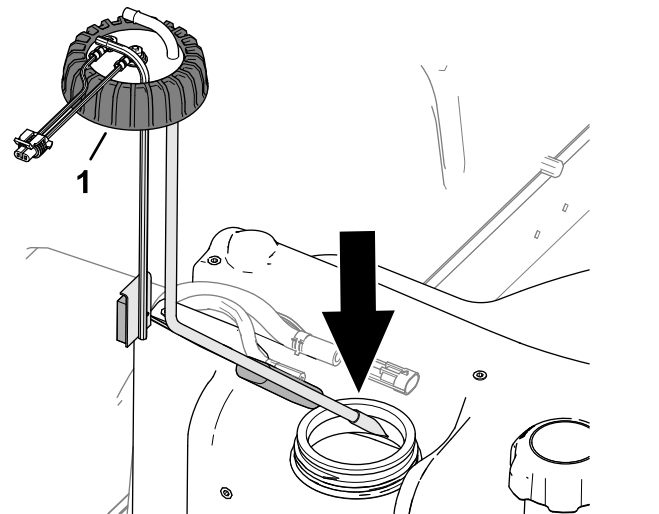

Figura 92
- 2. Coloque cuidadosamente el tubo de aspiración de combustible y el flotador en el depósito de combustible (Figura 92).